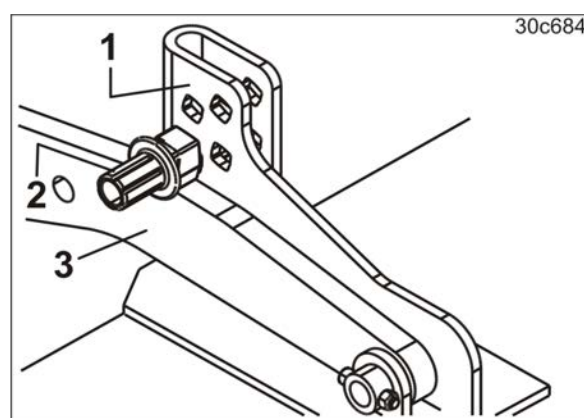
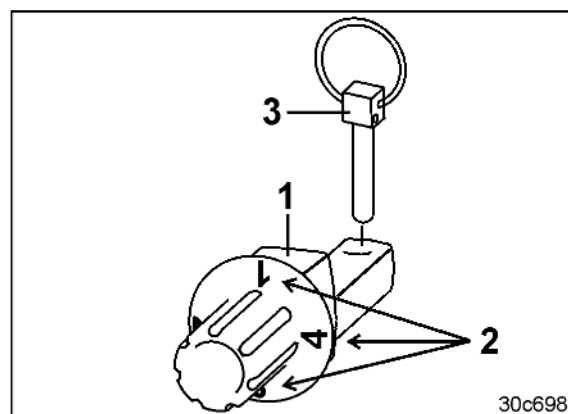
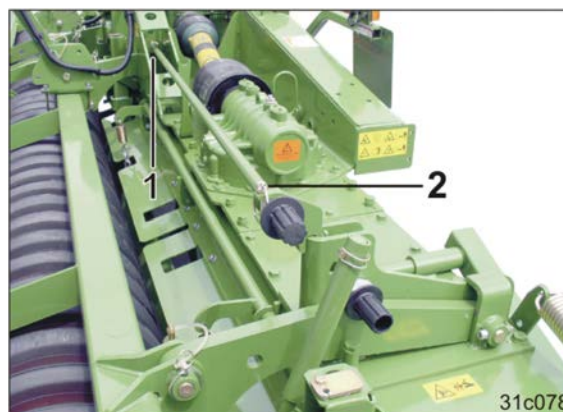

Fig. 32
Fig. 33
Fig. 35
Rotorgrubberen er udstyret med 4 indstillingssegmenter. To ydre indstillingssegmenter (Fig. 32/1) og to indstillingssegmenter (Fig. 35) midt i maskinen.
Foretag altid samme indstilling i de to yderste indstillingssegmenter (Fig. 32) og i de to indstillingssegmenter (Fig. 35) i midten af maskinen.
Indstillingssegmentet (Fig. 32/1) bruges til indstilling af arbejdsdybden.
Arbejdsdybden indstilles ved at ændre dybdereguleringsboltens (Fig. 32/2) placering i indstillingssegmentet.
De forskellige indstillinger indvirker på en valsebærearml (Fig. 32/3) under dybdereguleringsboltens.
Fare for klemning! Tag kun fat om dybdereguleringsboltene på grebet (Fig. 32/2)!
Kanterne (Fig. 33/1) på dybdereguleringsboltene har forskellige afstande og er mærket med tallene 1 til 4.
Fastgør altid dybdereguleringsboltens med en ringsplit (Fig. 33/3).
- jo højere dybdereguleringsboltens (Fig. 32/2) sættes i justeringssegmentet
- jo større tallet (Fig. 33/2) er, som ligger an mod bærearmlen (Fig. 32/3).
I midten af maskinen er en excenterbolt (Fig. 35/1) fastgjort på en betjeningsstang.
Fastgør altid betjeningsstangen med en ringsplit (Fig. 35/2).